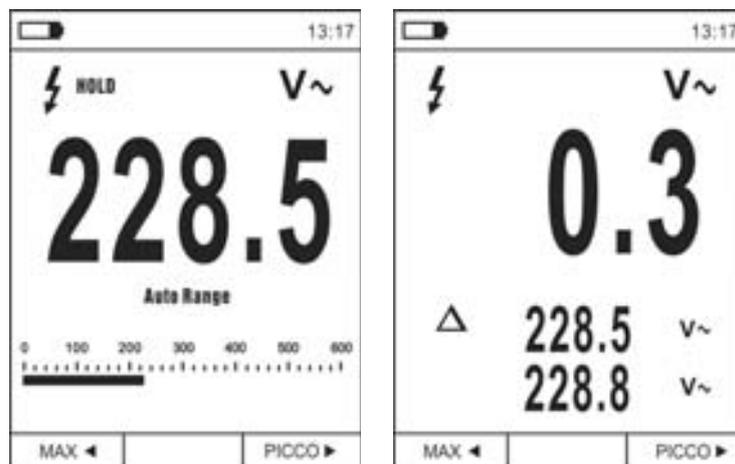

Fig. 8: Misura relativa
1. Premere a lungo il tasto **HOLD/REL** per entrare nella misura relativa (vedere Fig. 8 – parte destra). Lo strumento azzerà il display e salva il valore visualizzato quale valore di riferimento a cui saranno riferite le successive misure. Il simbolo “Δ” è mostrato a display. Le funzioni “MAX/MIN” e “PICCO” non sono attive in questa modalità